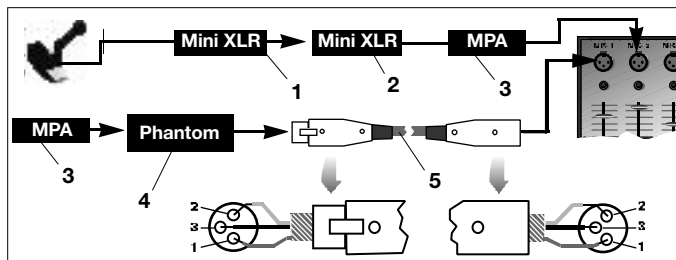

Fig. 4: Schema di collegamento con MPA III L
- ### 2.3.2 Collegamento con MPA III L Inserire il cavo: Vedi fig. 4.
Vedi fig. 4.